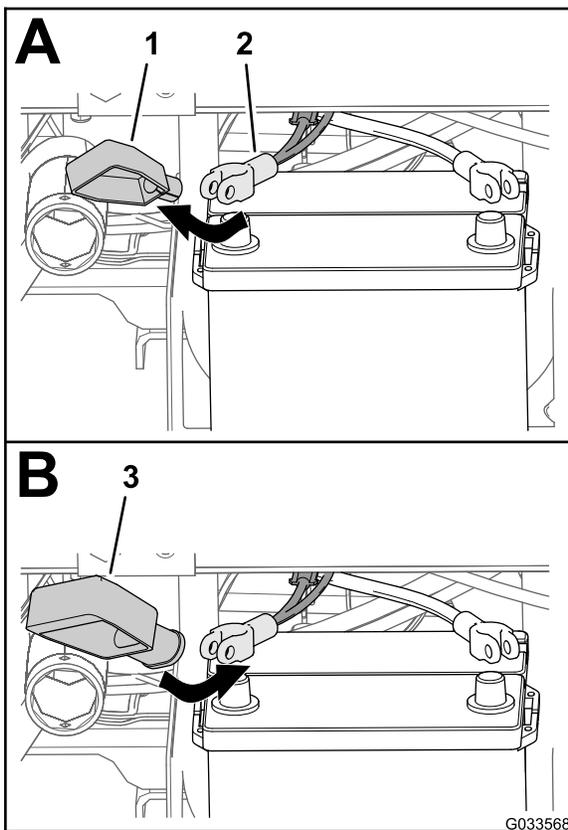

Рисунок 28
2. Снимите крышку (узкую) с положительного кабеля аккумулятора (Рисунок 28).
- Установите широкую крышку аккумулятора на положительный кабель аккумулятора, как показано на Рисунок 28.